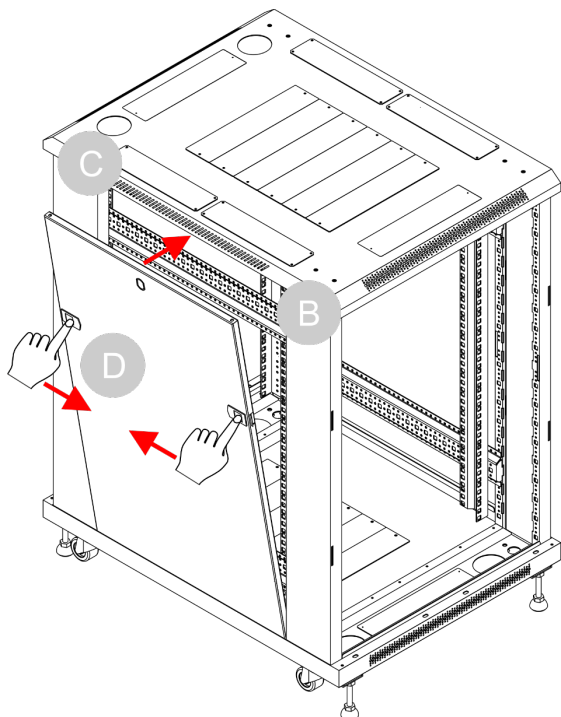

Fig. 37
- 21) Far scorrere verso l'interno le 2 chiusure in plastica del **pannello laterale (D)** e contemporaneamente chiudere con cautela il **pannello laterale (D)**, in modo che si blocchi in posizione, come illustrato nella Fig. 37.